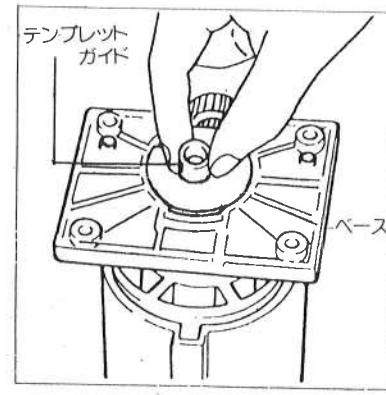

図21
- ベースとプレートの間にテンプレットガイドをはさみ、ネジで固定してください。(図21参照)